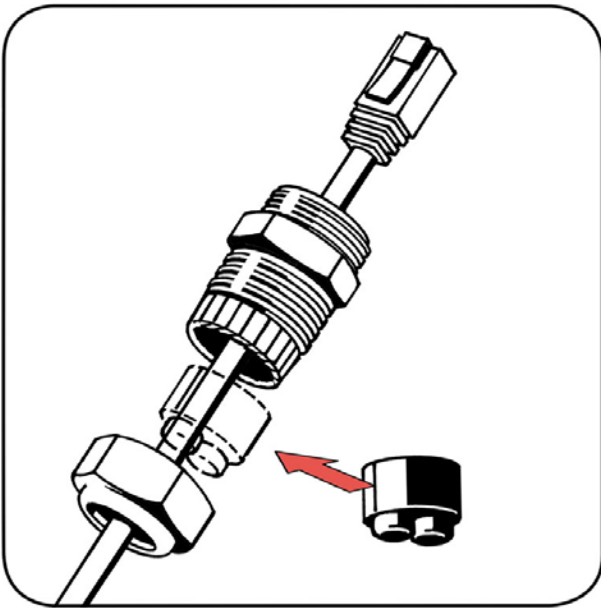

Abbildung 2.18 Kabelführung durch Kabelverschraubungen
2. Die Kabel durch Kabelverschraubungen durch die Unterseite des Wechselrichters führen. Siehe *Abbildung 2.18*.